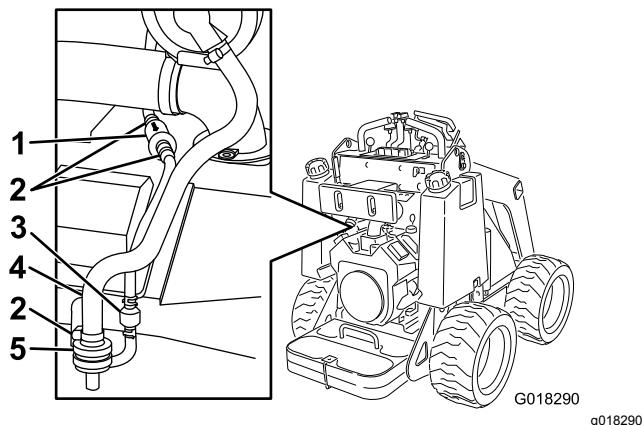

Рисунок 22
2. Ослабьте шланговый хомут над воздушным фильтром бачка с активированным углем (Рисунок 22).
3. Снимите и удалите в отходы воздушный фильтр (Рисунок 22).
4. Установите новый фильтр в шланг и зафиксируйте его шланговым хомутом (Рисунок 22).
2. Переместите шланговые хомуты пружинного типа с обеих сторон фильтра линии продувки бачка с активированным углем в стороны от фильтра (Рисунок 22).
3. Снимите и удалите в отходы фильтр линии продувки бачка с активированным углем (Рисунок 22).
4. Установите новый фильтр в шланг так, чтобы стрелка на фильтре была направлена в сторону обратного клапана, и зафиксируйте его шланговыми хомутами (Рисунок 22).